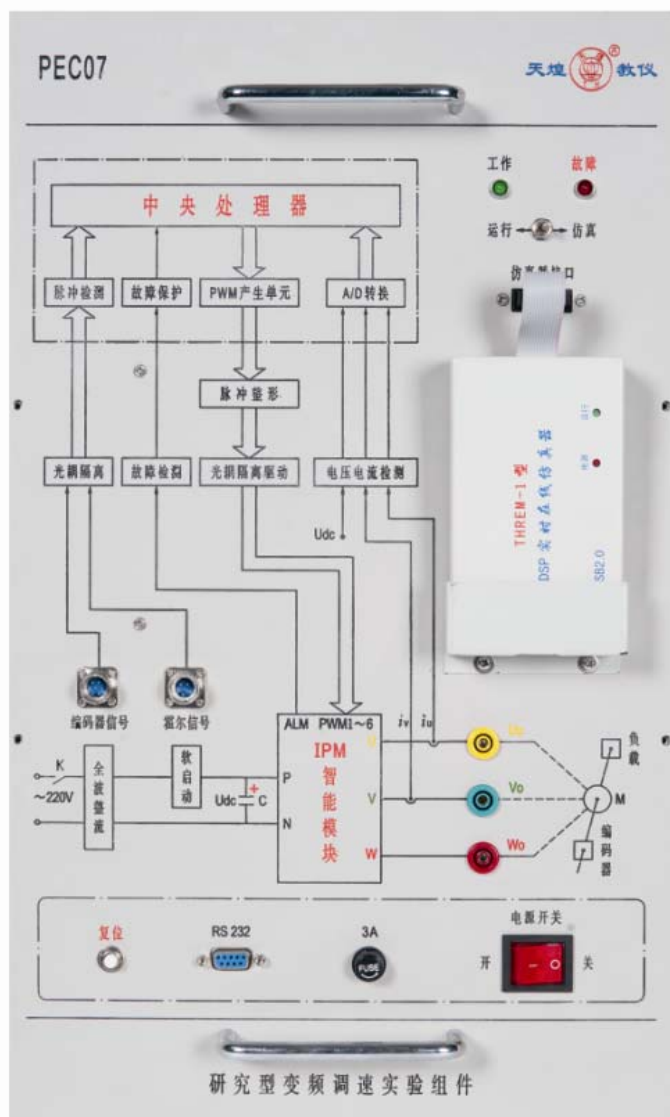

图5 PEC07型研究型变频调速实验组件
- ① 将PEC07型研究型变频调速组件上的【电源开关】打到“关”状态，其中PEC07挂件见图5。
- ② 用USB线连接DSP仿真器到电脑上，组件选择“仿真”模式。
- ③ 用平行串口线连接PEC07上的【RS232】到电脑串口。
- ④ 连接电机导轨上的速度编码器信号到PEC07型组件【编码器信号】接口。